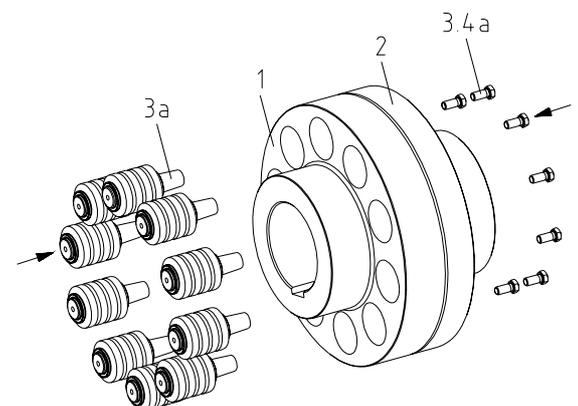

Figura 16
- Inserte los pasadores (componente 3a) en el manguon parte 1 (componente 1) (ver figura 16).
- Atornille los pasadores a los tornillos hexagonales (componente 3.4a) y apriételos según los pares de apriete especificados en la tabla 2 por medio de una llave dinamométrica (ver figura 16).